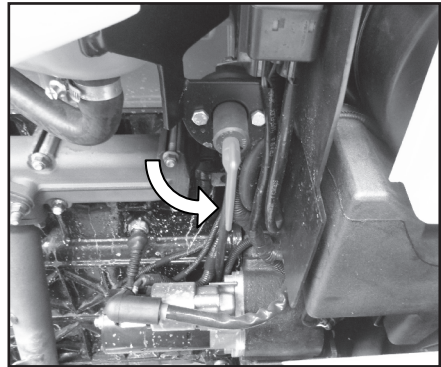

Abb. 5.14
- Beim Drehen entgegen dem Uhrzeigersinn um 1/4 Drehung erhält man die Stellung "OFF": Elektrische Anlage wird nicht gespeist (Abb. 5.14);